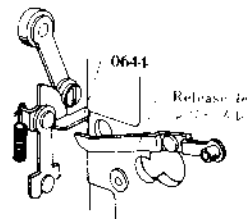

Fig. 23
- 2) Place 0650 on this side (film side) of 0652. See Fig. 23.
- 2) 0650 が 0652 の手前側（フィルム側）にあること。Fig. 23 参照。